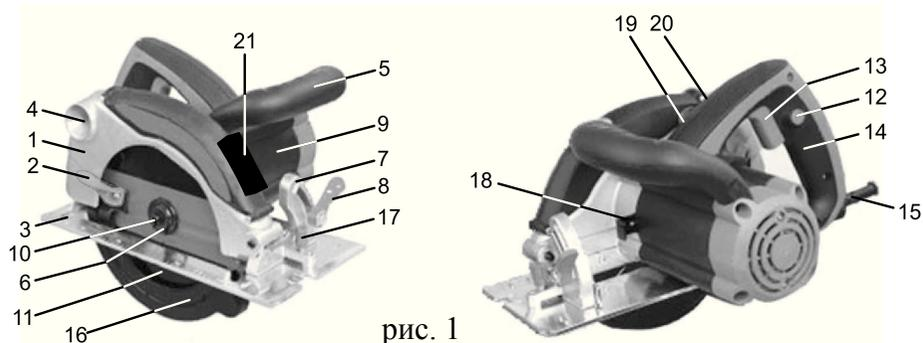

рис. 1
4.1 Общий вид пилы дисковой представлен на рис. 1
Перед установкой глубины пропила выньте вилку из розетки питающей сети. Ослабьте фиксатор уровня глубины пропила 19 (рис. 1) на задней стороне пилы. Зафиксируйте основание пилы 3 (рис. 1) и потяните электродвигатель пилы 9 (рис. 1) вверх. Выставьте необходимую глубину пропила по шкале 20 (рис. 1). Глубина пропила должна быть на 3 мм больше, чем толщина обрабатываемого образца.
Пила оснащена упором для параллельного реза для пропила параллельно кромке распиливаемого материала. В передней части основания пилы 3 (рис. 1) существует отверстие, в которое сбоку вставляется упор. Упор фиксируется с помощью винта 17 (рис. 1).
Перед заменой пильного диска выньте вилку из розетки питающей сети. Во избежание порезов используйте специальные перчатки. Удерживая ключом фланец 6 (рис. 1) открутите винт 10 (рис. 1), снимите фланец, а затем пильный диск. Перед установкой нового пильного диска, убедитесь, что направление стрелки на пильном диске совпадает с направлением стрелки на неподвижном кожухе.